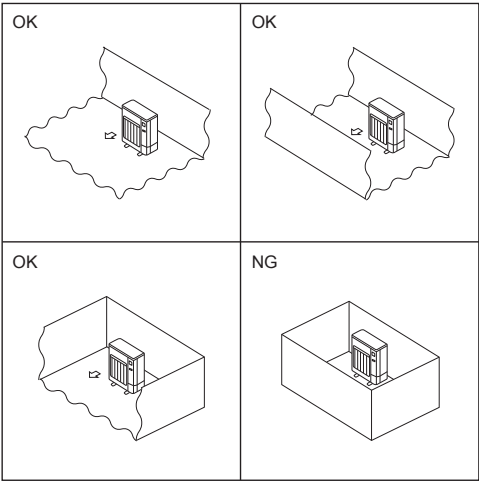

Fig. 2-2
- Ⓐ Monter utendørsenheter på et sted der minst én av fire sider er åpne, og i et tilstrekkelig stort område uten fordympninger. (Fig. 2-2)